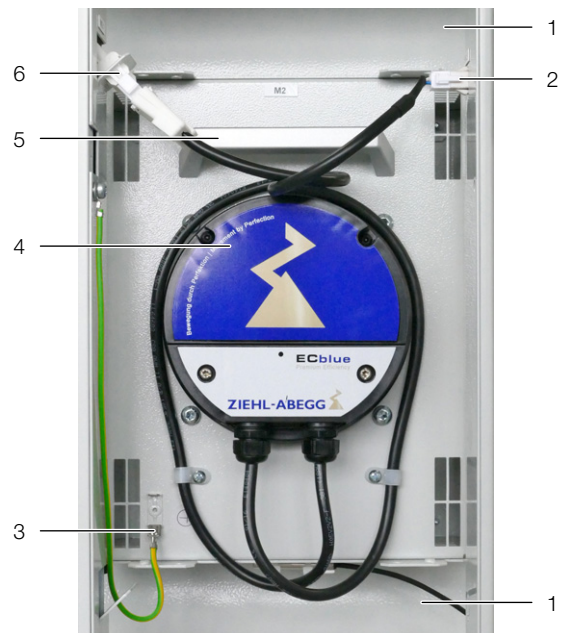

Abb. 38: Lüftermodul im Lüftereinschub
- Lösen Sie links und rechts die beiden Anschlussstecker DC und AC des Lüfters (Abb. 38, Pos. 2 und 6).
- Lösen Sie die Schutzleiterverbindung am Lüfter (Abb. 38, Pos. 3)